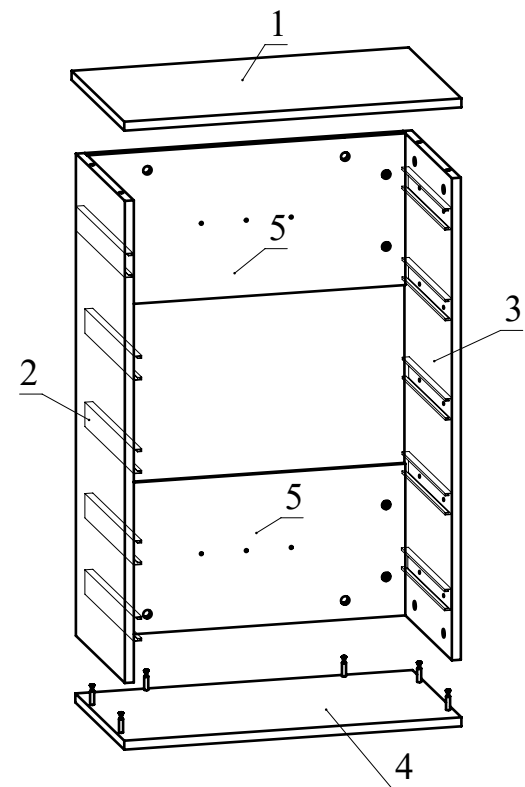

Рис.7
6. К полученной сборке присоедините детали 1 и 4. Затяните головки минификсов (Рис. 7).